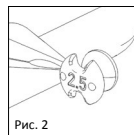

Рис. 2
■ **Рис.1а, 1б/2** Регулировочный диск (Рис. 1а, 1б) для частичных протезов имеет шесть индивидуальных регулировочных приспособлений типа звездочки (2,0-4,5 мм). Соответствующая длина нанесена на задней стороне каждого регулировочного приспособления (Рис. 2). Вырезы и отверстия выполнены так, чтобы уменьшить вес и обеспечить четкое видение во время проведения измерений в среднем ухе.